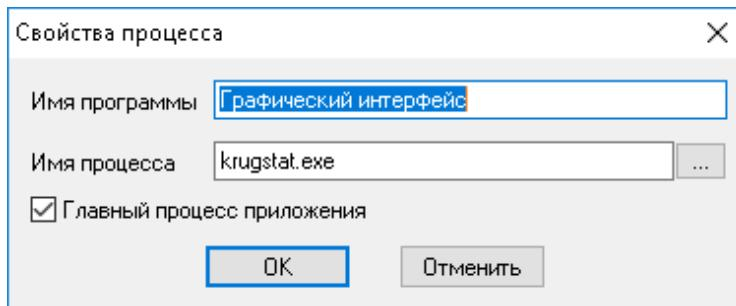

Рисунок 4.1.3 - Окно описания свойств процесса
- ⇨ вызов окна «Свойства процесса», в котором текущие значения полей «**Имя программы**» и «**Имя процесса**» с возможностью его изменения Пользователем (рисунок 4.1.3), а также признак «**Главный процесс приложения**» в виде селекторной кнопки (установка признака осуществляется щелчком мыши в области кнопки). Наличие в данном признаке символа «» означает, что при аварийном закрытии данного процесса будет произведен перезапуск всех процессов, назначенных для данного варианта запуска приложений. В одном варианте запуска приложений не может быть более одного процесса с установленным признаком «Главный процесс приложения»).
-  добавление в список процессов нового процесса, при этом появляется окно для редактирования свойств процесса, аналогичное рисунок 4.1.3.